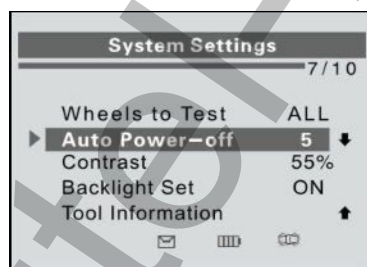

Рисунок 2-14
1) В окне **System Settings** [Параметры системы] с помощью **кнопок прокрутки вверх/вниз** выберите пункт **Auto Power-off** [Автоматическое отключение электропитания], а затем нажмите кнопку **Y**. См. рисунок 2-14.